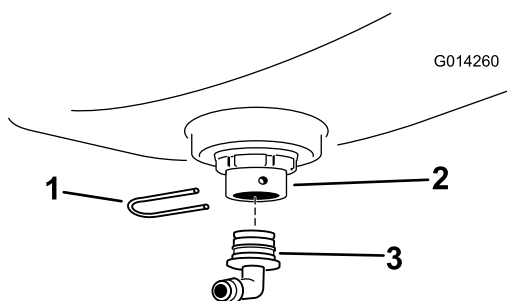

Figura 5
6. Instale uma união roscada de 90° à união do anteparo e prenda-o com um pino da forquilha (Figura 5).